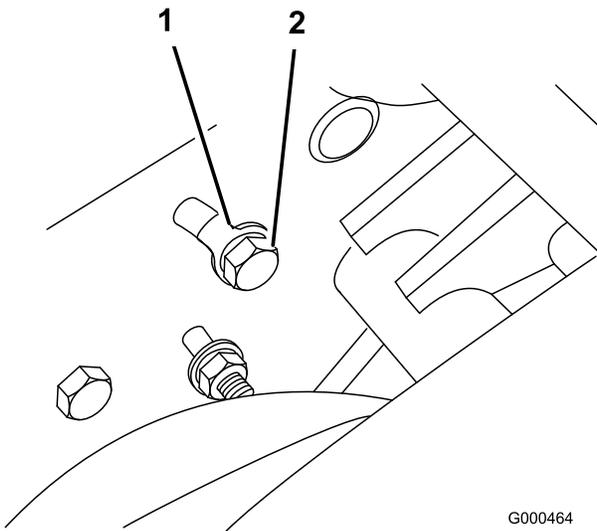

图46
A. 在侧板的后面，旋松将总轮支架固定至侧板的螺栓（图46）。